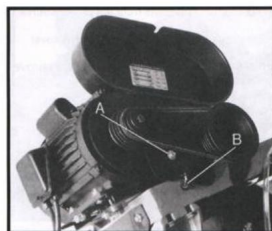

Fig. 2
5. Nasuń osłonę paska na zespoły kół pasowych i przymocuj ją śrubami i podkładki (A, rys. 2).
6. Zamknij osłonę paska i zabezpiecz ją za pomocą pokrętła blokującego (B).